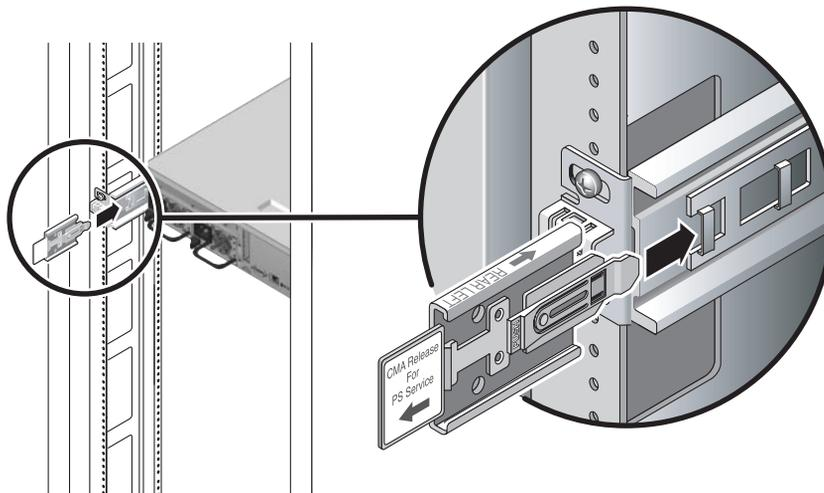

FIGURE 2-8 Insertion de l'extension du rail CMA à l'arrière du rail coulissant de gauche
1. À l'arrière du rack, encastrez l'extension du rail CMA sur l'extrémité de l'assemblage de rails coulissants de gauche (voir FIGURE 2-8). Le taquet à l'avant de l'extension du rail devrait s'enclencher avec un clic.